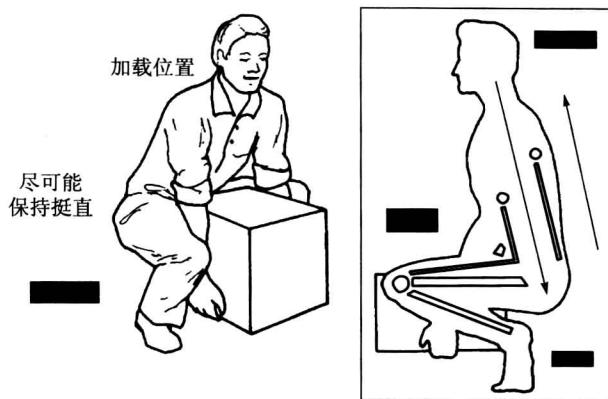

图1-2 尽可能将背和肘关节挺直
- (1) 搬运物件之前，必须确保有足够的空间安放零部件和工具。
- (2) 搬运之前，把脚尽量靠近物件，找一个能够站得稳的地方。
- (3) 尽可能将背和肘关节挺直。弯曲膝关节，直到你的手能够使出最大的力气，如图1-2所示。